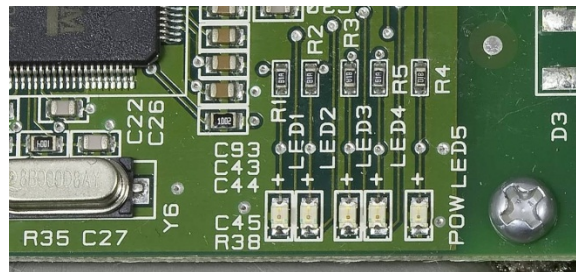

Figure 3-31 : Emplacement des LED de données de l'ACM500 (en haut) et détail (en bas)
6. Surveillez les LED de la carte principale de l'ACM500, voir la Figure 3-31. Si l'ACM500 est connecté correctement et que l'IND560x est bien programmé, les LED doivent clignoter.